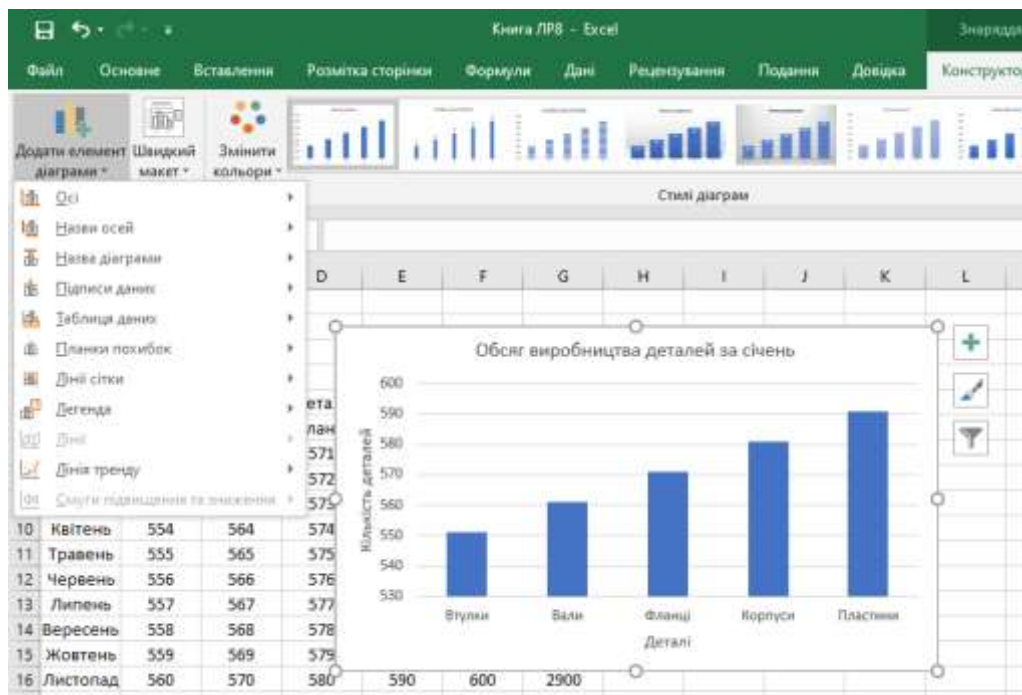

Рисунок 2.17 – Оформлення діаграми
8.4. За допомогою вкладки «Додати елемент до діаграми» (рисунок 2.17) вказуємо назви осей (по осі Y – Кількість деталей, по осі X – Деталі).